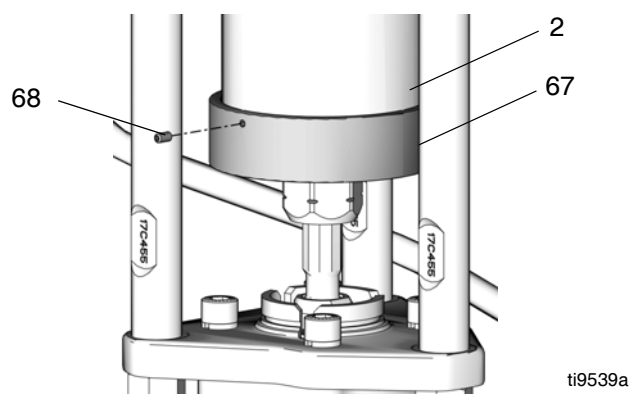

FIG. 10. Installare il collettore
4. Far girare a impulsi il motore per muovere il pistone a cursore (9) fino al fondo della corsa, lasciando che si ricollegli al dado di accoppiamento (14).
5. Accertarsi che i collari (13) siano in posizione sul dado di accoppiamento (14).
6. Inserire la chiave da 3/4 in. sulle facce di presa del pistone a cursore (9) per mantenerlo fisso quando si sta serrando il dado di accoppiamento (14). Orientare la chiave affinché sia serrata contro uno dei tiranti (3) o contro il supporto. Serrare il dado di accoppiamento (14) sul pistone a cursore (9) con una coppia di 102-108 N•m (75-80 lb-ft).
7. Vedere FIG. 10. Spingere il collettore (67) nel fondo del cilindro a cursore (2) affinché si posizioni in modo saldo. Installare e fissare manualmente le tre viti di regolazione (68).